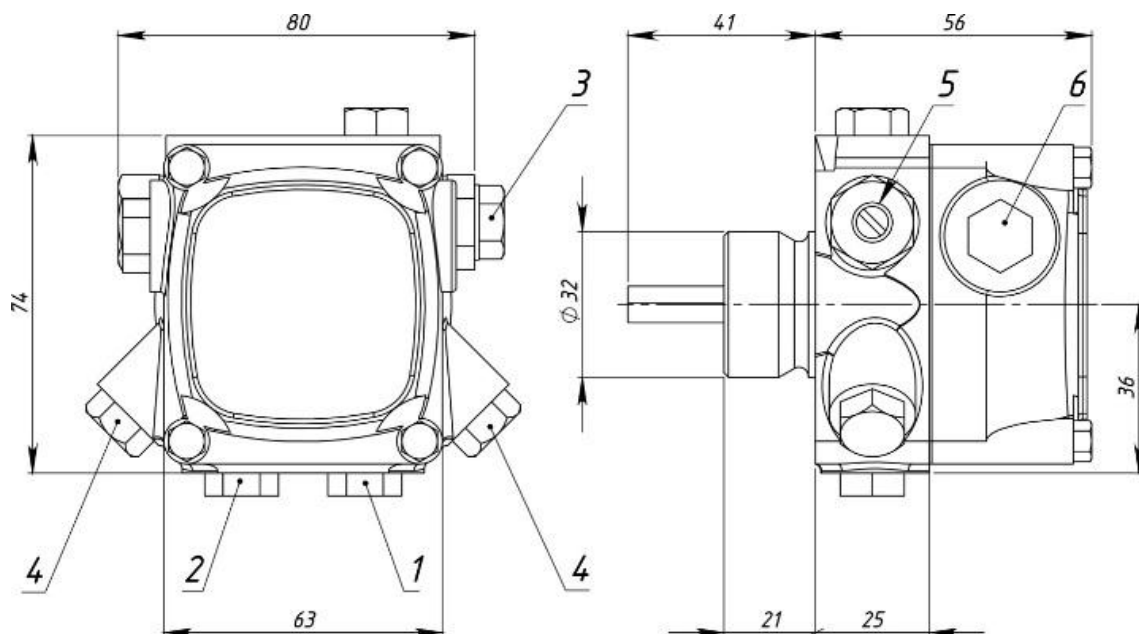

Рис. 2.
Топливный насос (Рис. 2) включает в себя корпус, в котором размещены ведущий вал с торцевым уплотнением, шестеренный нагнетательный узел.
Принцип работы топливного насоса заключается в следующем (Рис. 2): топливо через отверстие всасывания 1 и фильтр поступает к шестеренной паре, с помощью которой топливо через отверстие 3 попадает в подогреватель топлива Горелки. Блок топливный насос - электродвигатель с должны находиться непосредственно над топливным баком Рис.7. Регулировка давления нагнетания производится путем измерения степени сжатия пружины поршня с помощью винта регулятора давления 5.
- присоединить топливозаборник (в составе: топливный шланг 2 м, обратный клапан, сетчатый фильтр, поплавков) к штуцеру всасывания топливного насоса (Рис.2 поз.1) и обжать хомутом. При опускании в топливный бак топливозаборник должен быть на 100-200 мм выше дна бака. Если топливозаборник слишком длинный отрежьте его. **Внимание удлинять шланг топливозаборника запрещено.**